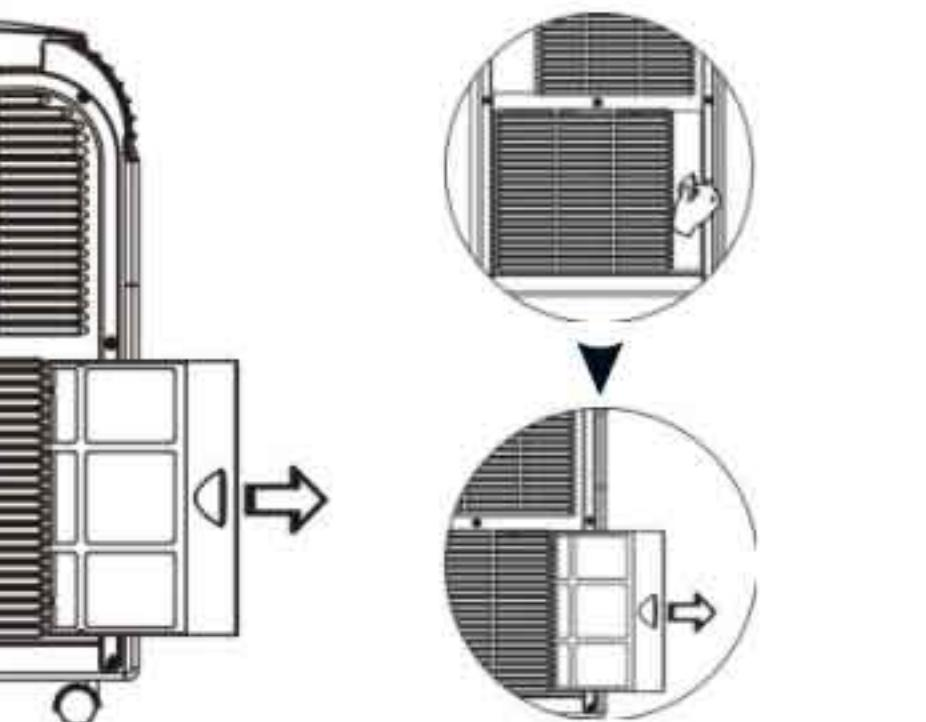

Рис. 11
2. При работе в режиме обогрева выньте резиновую заглушку (2) сливного шланга (Рис.11), установите соответствующий сливной шланг, чтобы повысить эффективность обогрева.
3. При работе в режиме осушения выньте резиновую заглушку (2) сливного шланга, установите соответствующий сливной шланг.